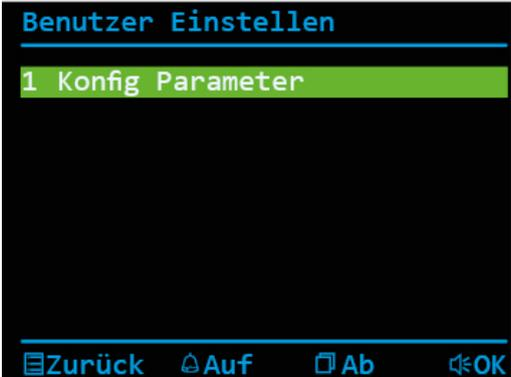

Abb. 36: Parametereinstellungen
- ▶ Drücken Sie die Sprechentaste , um einen Parameter auszuwählen (Abb. 36).